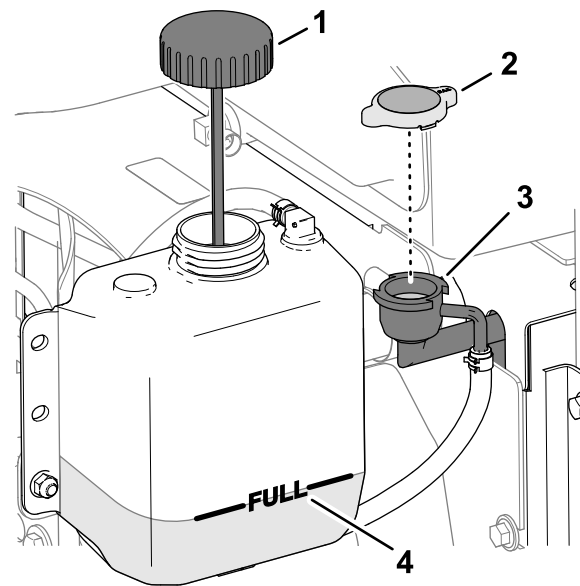

Figura 144
3. Retire con cuidado el tapón del radiador (Figura 144).
Nota: El nivel de refrigerante es correcto si llega a la parte superior del cuello de llenado del radiador (Figura 144).